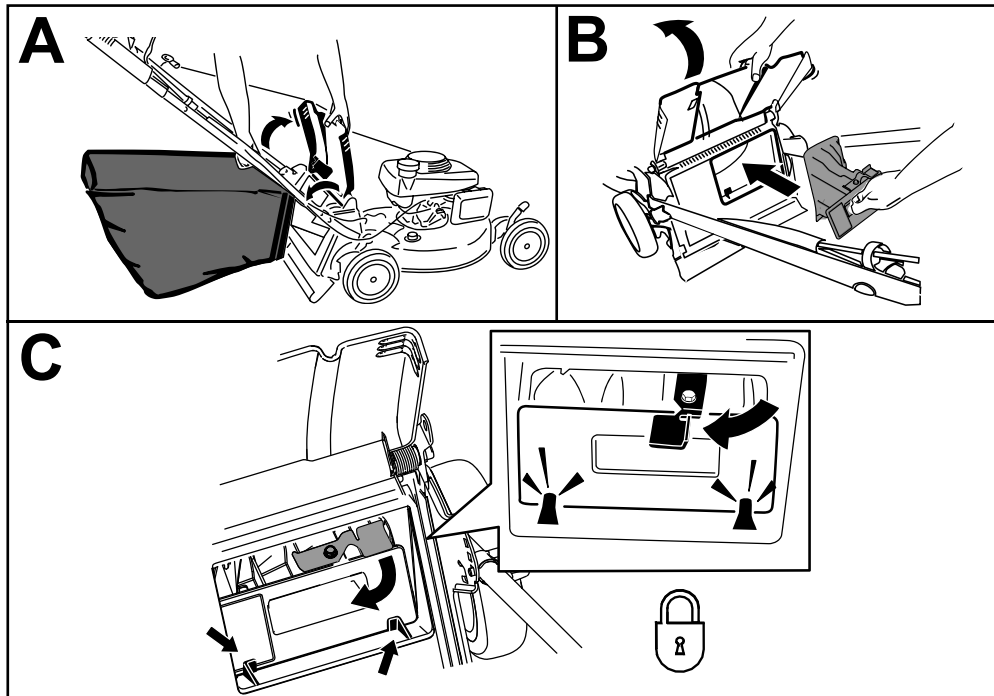

Figure 17
1. Relevez et maintenez le déflecteur arrière dans cette position, puis soulevez le bac à herbe par la poignée pour le dégager des crans des supports de poignée (encadré A de la Figure 17).
2. Installez l'obturateur arrière (encadré B de la Figure 17).
Important: Vérifiez que l'obturateur arrière est verrouillé en place. Pour verrouiller l'obturateur, appuyez fermement dessus jusqu'à ce qu'il s'enclenche en position derrière les pattes, et tournez le levier situé sur l'obturateur vers la gauche (encadré C de la Figure 17).